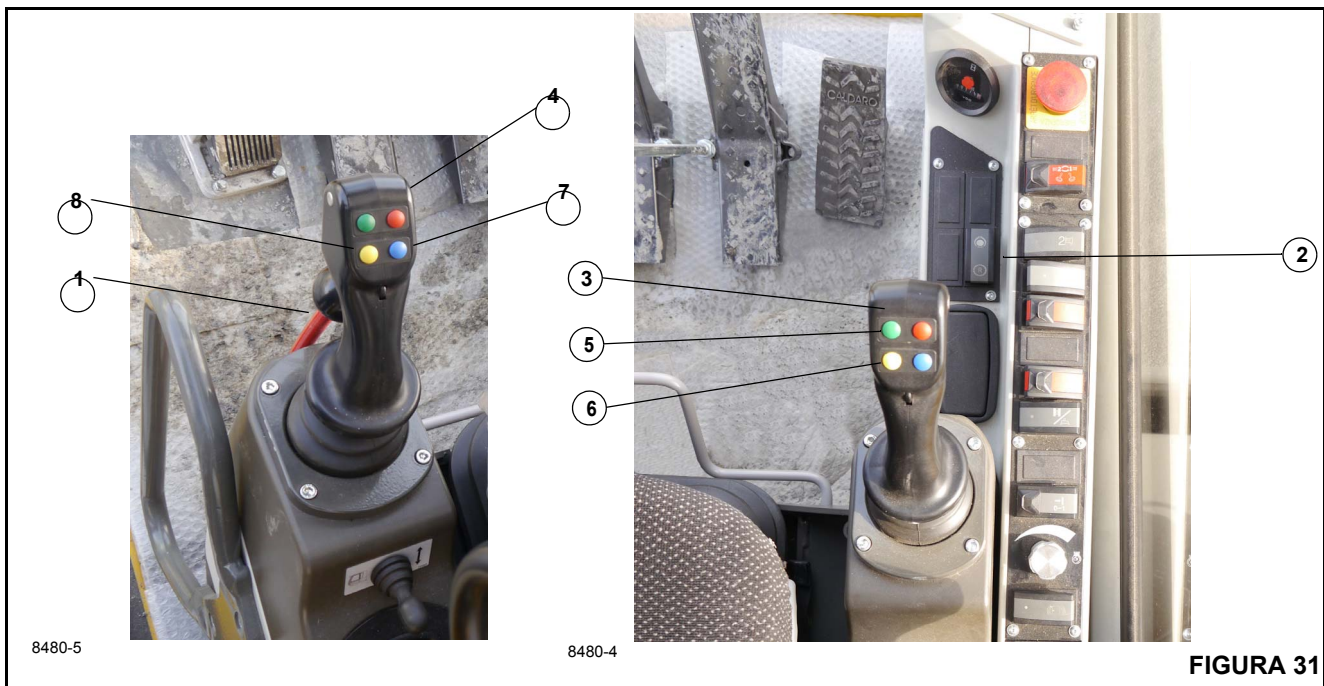

FIGURA 31
As informações a seguir abordarão apenas as funcionalidades dos controles do manipulador de postes mostrados na Figura 31. Para obter informações sobre todos os outros controles do operador consulte o Manual do operador do guindaste.
Números dos itens da Figura 31
- Pressione a chave de mudança das pinças de fixação/sistema hidráulico complementar (2, Figura 31) na posição **para trás (R)** para ativar o sistema hidráulico complementar.
NOTA: Pressionar a chave de mudança das pinças de fixação/sistema hidráulico complementar (2, Figura 31), em qualquer momento durante a operação das pinças de fixação, na posição **para trás (R)** ativará as pinças na posição **totalmente fechadas**.
- Empurre a alavanca de segurança (1, Figura 31) **para a frente** para acionar as funções hidráulicas.
- Pressione a chave de mudança das pinças de fixação/sistema hidráulico complementar (2, Figura 31) para a posição **central** para desativar o sistema hidráulico complementar.
- Pressionar o botão (5, Figura 31), abaixa o manipulador de postes.
- Pressionar o botão (6, Figura 31), eleva o manipulador de postes.
- Pressionar o botão (7, Figura 31), fecha o manipulador de postes.
- Pressionar o botão (8, Figura 31), abre o manipulador de postes.
3. Dê partida no motor e empurre a alavanca de segurança **para a frente** (1, Figura 31).
6. Pressione a chave de mudança das pinças de fixação/sistema hidráulico complementar (2, Figura 31) na posição **para trás (R)** para ativar o sistema hidráulico complementar.
Pressionar a chave de mudança das pinças de fixação/sistema hidráulico complementar na posição **para trás (R)** na chave (2, Figura 31), em qualquer momento durante a operação das pinças de fixação, fará com que as pinças de fixação sejam ativadas na posição **totalmente fechadas**.
7. Pressione o botão (8, Figura 31) no joystick esquerdo.
8. Pressione o botão (7, Figura 31) no joystick esquerdo.
9. Pressione o botão (5, Figura 31) no joystick direito.
10. Pressione o botão (6, Figura 31) no joystick direito.